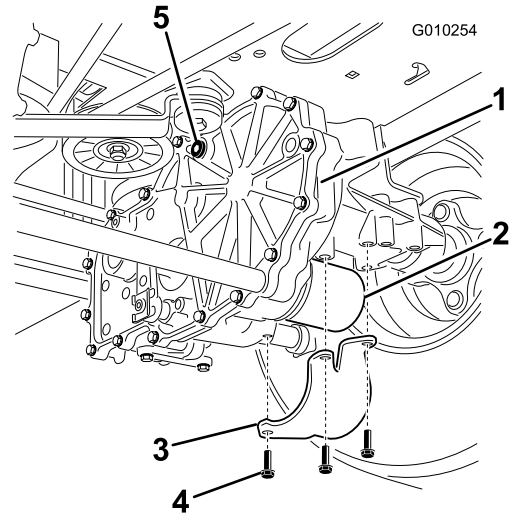

Figura 58
2. Localice el filtro y los protectores de cada sistema de tracción del transeje (Figura 58). Retire los tres tornillos que sujetan el protector del filtro, y retire el protector.